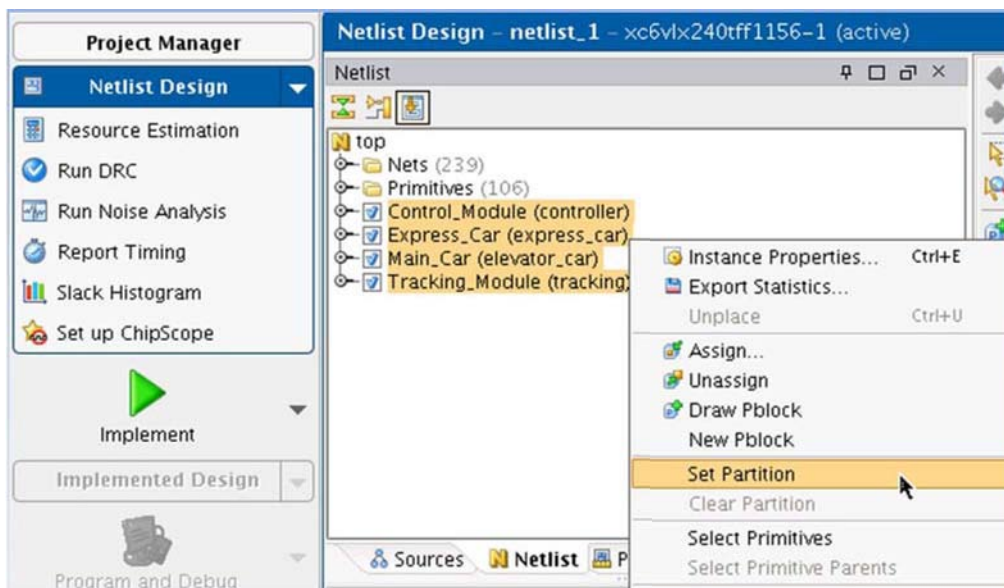

図 10 : PlanAhead でのパーティション設定
4. パーティションを設定するモジュール インスタンスを選択して右クリックし、[Set Partition] をクリックします (図 10)。